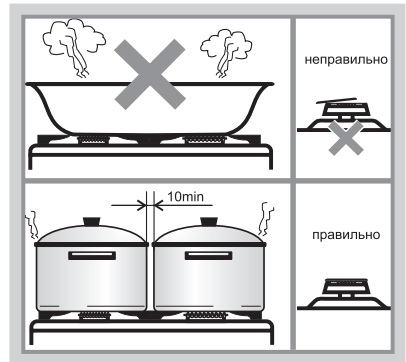

Рис.22
- Размеры посуды (см. табл. 6 и рис.22) и режим работы горелок нужно выбирать таким образом, чтобы пламя не вышло за края и не «лизало» боковые стенки.
- Запрещается устанавливать на решетки какие-либо дополнительные рассекатели пламени и пользоваться горелками со смещенными крышечками (рис. 22). Это может привести к разрушению стеклянного стола или необратимому ухудшению внешнего вида стола из нержавеющей стали.